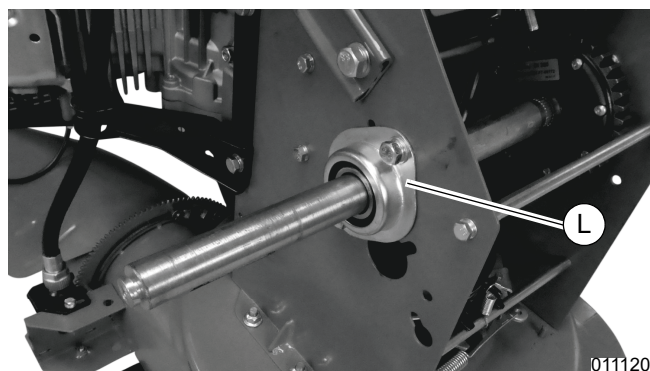

Figure 4-24. Roulement de roue
9. Voir **Figure 4-24**. Retirer les deux vis, rondelles-freins, rondelles plates et écrous-freins de fixation du roulement de roue gauche (L) à l'aide de deux clés de 13 mm.